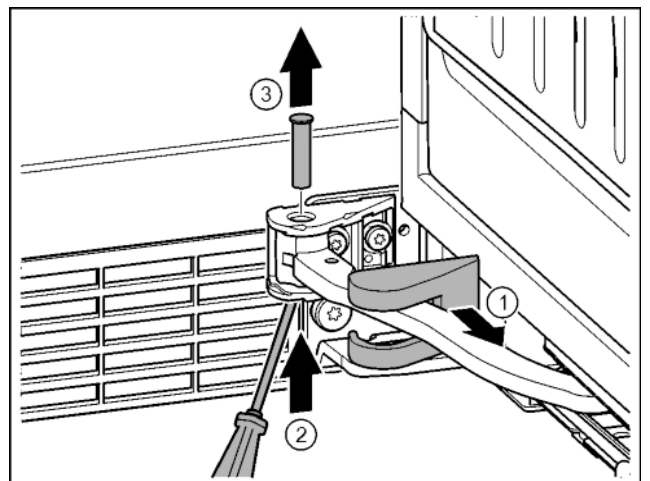

Fig. 19
- ▶ Togliere la copertura del blocco di supporto e spingerla lungo lo snodo. Fig. 19 (1)
- ▶ Sollevare dal basso il perno con un dito o un cacciavite. Fig. 19 (2)
- ▶ Portarsi con un cacciavite sotto la testa del perno ed estrarre. Fig. 19 (3)